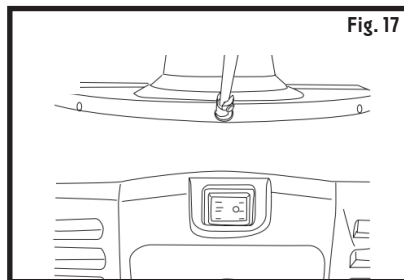

Fig. 17
4. Sur ce modèle, la lampe à DEL peut être utilisée pour éclairer la surface devant la souffleuse. Pour utiliser la lampe, appuyez sur l'interrupteur situé à l'arrière de la souffleuse pour le mettre en position de marche (fig. 17).